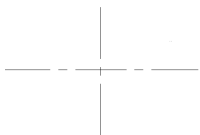
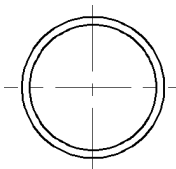
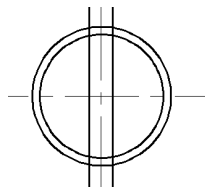

图 3-17 绘制中心线
图 3-18 绘制圆
图 3-19 偏移直线
将“中心线”图层设置为当前图层，单击“默认”选项卡“绘图”面板中的“直线”按钮，分别沿水平方向和竖直方向绘制中心线，效果如图 3-17 所示。
将“轮廓线”图层设置为当前图层，单击“默认”选项卡“绘图”面板中的“圆”按钮，选择图 3-17 中两中心线的交点为圆心，绘制半径分别为 16 和 18 的两个圆，效果如图 3-18 所示。
(5) 绘制键齿
① 单击“默认”选项卡“修改”面板中的“偏移”按钮，将图 3-18 中竖直中心线向左、右各偏移 3，并将偏移后的直线转换到“轮廓线”图层，效果如图 3-19 所示。